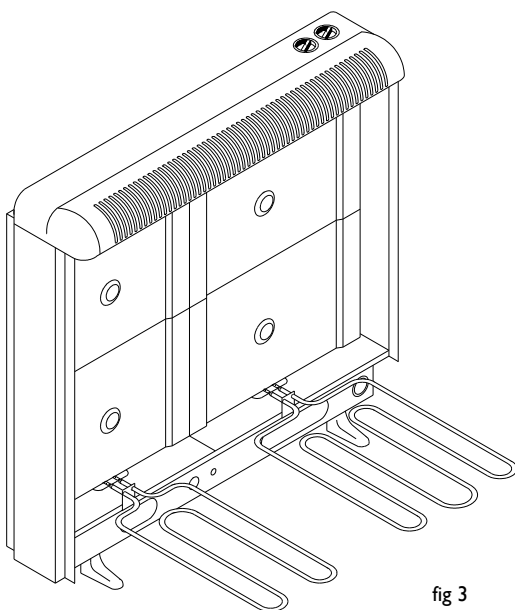

fig 3
9.- Coloque os ladrilhos cuidadosamente contra o fundo, dispondo-os em dois níveis e com a face para traz (fig.3). Sempre que o aparelho utilize ladrilhos grandes ref.2072 deverão ser colocados do lado direito.